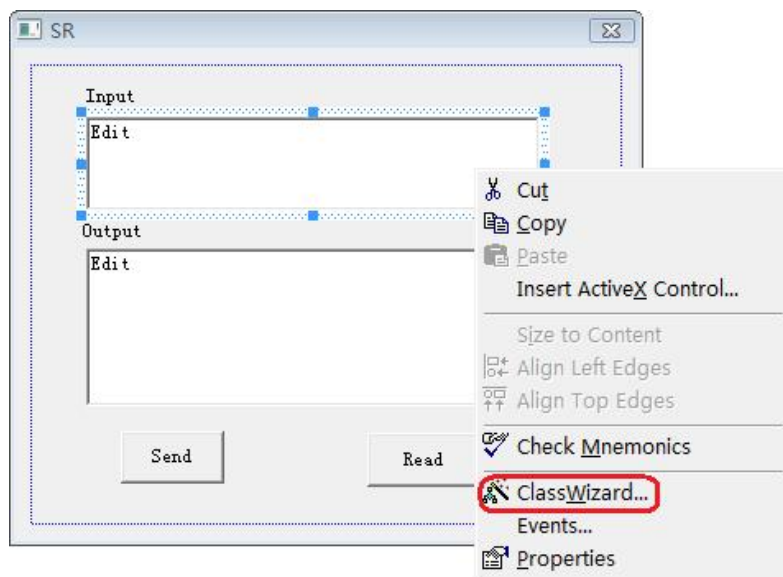

图 4-1-5
(1) 添加两个 Static Text 控件，分别命名为 Input 和 Output。
(2) 添加两个 Edit 控件，分别添加变量 m_send 和 m_read。如图 4-1-5 和 4-1-6 所示。